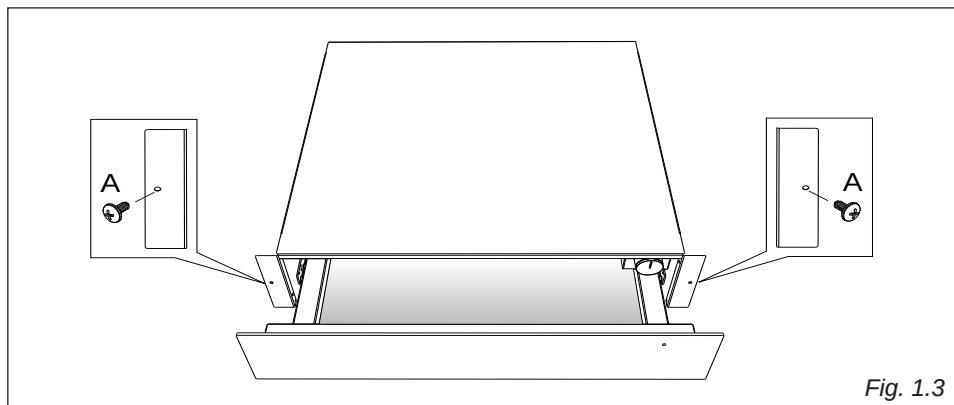

Fig. 1.3
- Abra a gaveta e fixe-a aos lados da unidade, aparafusando os dois parafusos (não fornecidos) "A" (fig. 1.3).